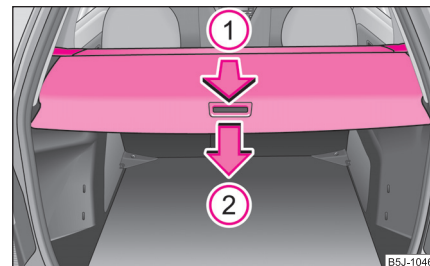

Abb. 66 Gepäckraum: Gepäckraumabdeckung
- Ziehen Sie die Gepäckraumabdeckung in Pfeilrichtung ① bis zum Anschlag in die gesicherte Stellung ⇒ Seite 67, Abb. 66.